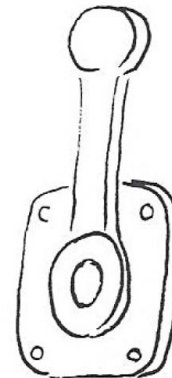

Abb. 7
1. Wir fahren einen Vollkreis links und einen Vollkreis rechts, schätzen den Drehkreis und schauen, was der kräftige Vorausschub (s. 2.6) bewirkt. (Abb. 7 / 8)